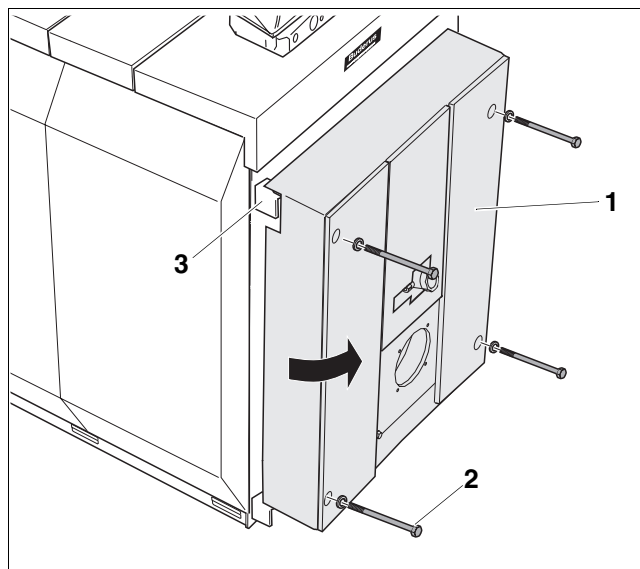

Fig. 47 Ouvrir la porte brûleur (ici : porte avec charnière à droite)
- Dévisser les 4 vis de porte (fig. 47, **pos. 2**) et ouvrir la porte du brûleur.
L'équerre d'appui (fig. 47, **pos. 3**) peut être réglée dans les trous longitudinaux de l'équerre de support de la porte. En ouvrant la porte, l'équerre d'appui supérieure doit éventuellement être déplacée pour faciliter l'ouverture de la porte.
- Desserrer légèrement les deux vis à tête hexagonale de l'équerre d'appui et dévisser les vis de porte (fig. 47, **pos. 2**) de quelques rotations. Le poids propre de la porte entraîne l'équerre d'appui vers l'avant.
- Fermer la porte brûleur et resserrer les vis à tête hexagonale M12 et M16 (fig. 47, page 46) en croix.